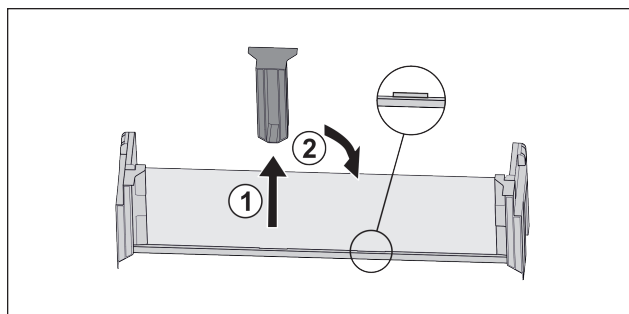

Fig. 124
- ▶ Snemite sredinski držalni del Fig. 124 (1).
- ▶ Sredinski držalni del vstavite na drugem položaju Fig. 124 (2).